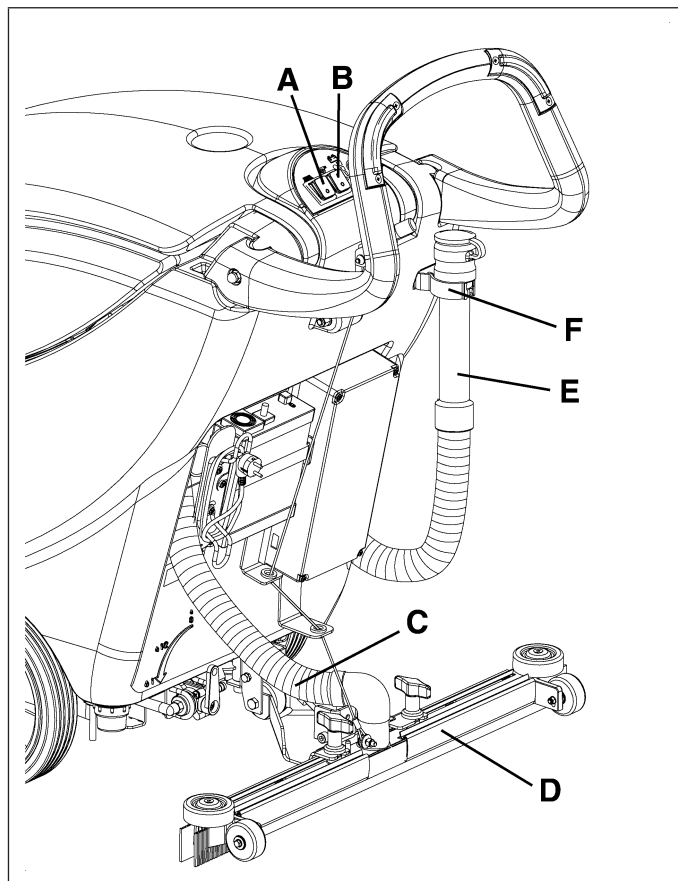

Figure 22
3. Contrôler que les interrupteurs (A et B, Fig. 22) sont en position "0".
4. Déconnecter le tuyau d'aspiration (C, Fig. 22) de l'embouchure (D).
5. Déconnecter le tuyau de vidange de l'eau de récupération (E, Fig. 22) du support (F).